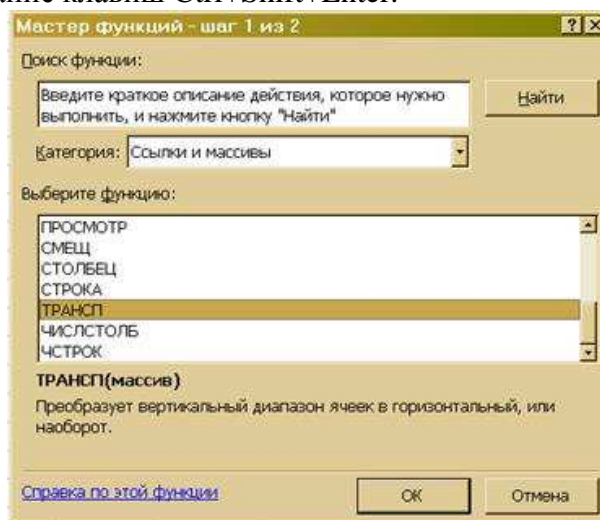

Рис. 3. Диалоговое окно транспонирования матрицы ТРАНСП
- - нажать на панели инструментов кнопку Вставка, а затем кнопку Функция. В появившемся окне в поле Категория выберите Ссылки и массивы, а в поле Выберите функцию - имя функции ТРАНСП (рис. 3). Щелкните на кнопке ОК;